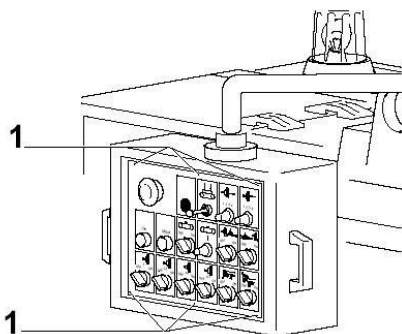

Fig. 54
1. Ouvrir la porte du tableau de contrôle (Fig. 54/1).